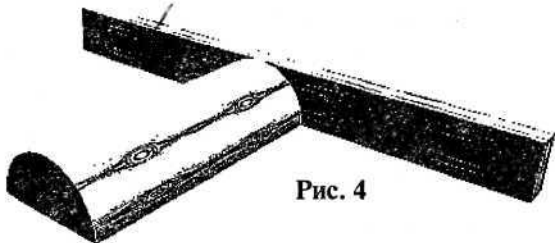

Рис. 4
12. Оси чашек (X) должны перекрещиваться с продольной осью бревна (У) под углом 90 градусов (см. рис. 2). Не желательно отклонение оси чашек более чем на 1 градус. Для контроля используются Т-образный шаблон (Т) и транспортир. Шаблон изготавливается из отрезка полубревна и рейки, соединенных под углом 90 градусов (см. рис. 4). Должны производиться контрольные замеры каждой чашки на каждом изделии.